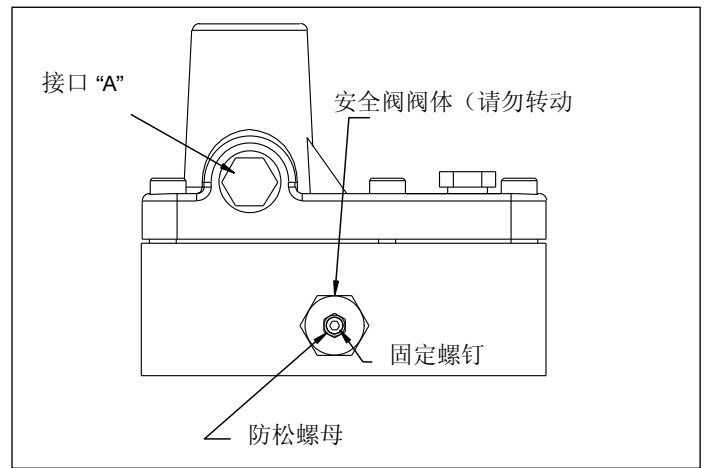

图 11, 安全阀 - VM22
1. 在接口“A”安装一个 0-1,035 bar (0-15,000 psi) 压力表（见图 11）。